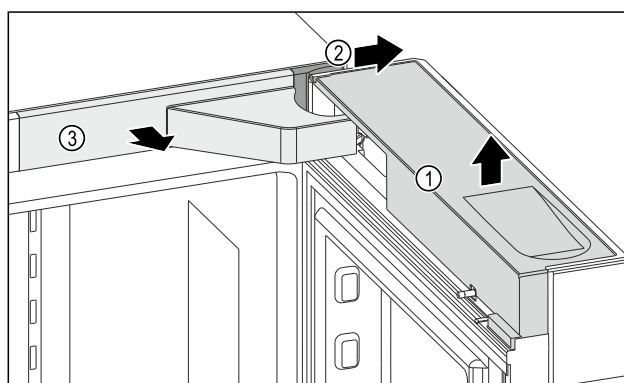

Fig. 10
- Sejměte kryt Fig. 10 (1).
- Sejměte kryt Fig. 10 (2).
- Sejměte kryt Fig. 10 (3).